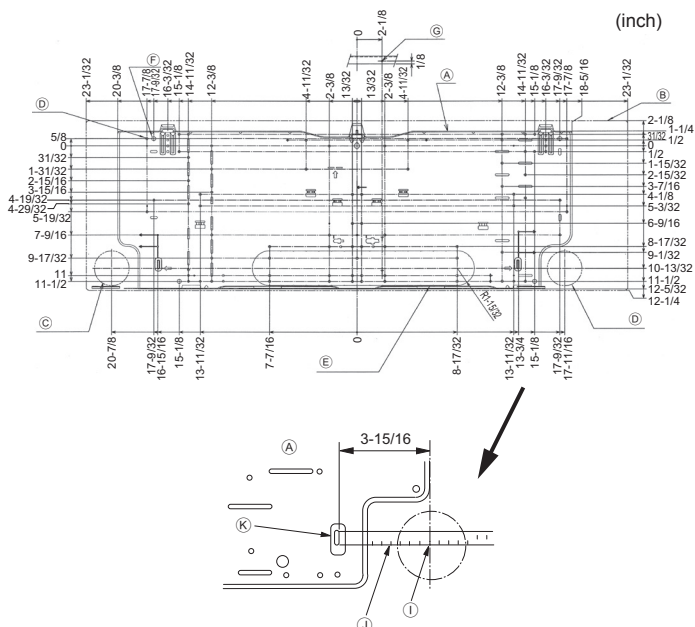

Fig. 3-2
■ PKFY-P-NKMU-E2 (Fig. 3-2)
- A Placa de montaje ①